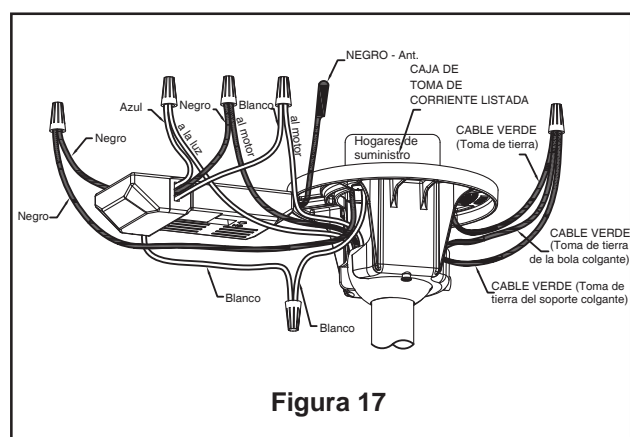

Figura 17
4. Conecte los cables verdes desde el soporte colgante y la bola colgante en el cable desnudo (toma de tierra) utilizando el conector de cables suministrado. Conecte el cable negro desde la unidad del receptor marcado "AC IN L" al cable negro de suministro de electricidad utilizando el conector de cables suministrado. Conecte el cable blanco desde la unidad del receptor marcado "AC IN N" al cable blanco de suministro de electricidad utilizando el conector de cables suministrado. Conecte el cable blanco desde la unidad del receptor marcado "TO MOTOR N" al cable blanco del ventilador utilizando el conector de cables suministrado con el receptor. Conecte el cable blanco desde la unidad del receptor marcado "TO MOTOR L" al cable blanco del ventilador utilizando el conector de cables suministrado con el receptor. Por último, conecte el cable azul del receptor al cable azul de la luz del ventilador utilizando el conector de cables suministrado. Coloque todos los cables conectados y la antena del receptor para permitir la instalación de la cubierta del techo. (Figura 17)